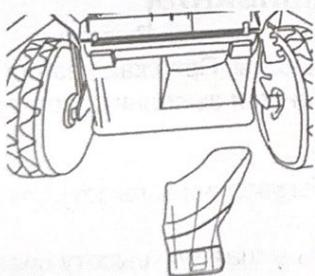

Рис. 8
- Откройте задний дефлекторный кожух, удерживайте его в нужном положении и вставьте мульчирующую вставку в задний разгрузочный желоб (рис. 8). Убедитесь, что нижняя сторона ручки защелкнулась.